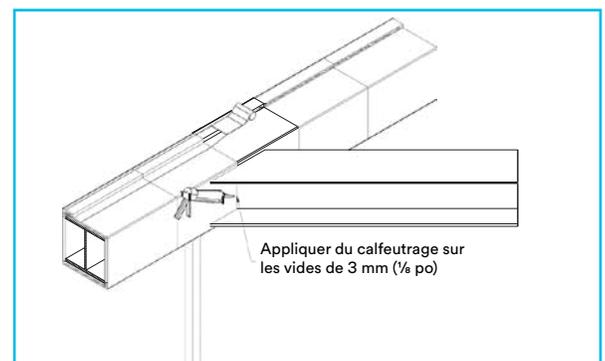

Figure 2
- 2 Fixer l'enveloppe endothermique de façon sécuritaire avec du ruban-filaments. Noter que le ruban-filaments est réservé à une utilisation temporaire et, par conséquent, la quantité de ruban et l'espacement à utiliser sont à la discrétion de l'installateur. Veiller à ce que l'enveloppe endothermique couvre tout le périmètre de la poutre. S'il y a un espace entre le membre diagonal et la poutre horizontale, l'enveloppe endothermique doit couvrir l'écart (Figure 2). S'il reste un espace de plus de 3 mm (1/8 po) entre les sections d'enveloppe endothermique installées, l'espace doit être rempli sur toute la profondeur de l'enveloppe endothermique avec du Matériau d'étanchéité coupe-feu hydrofuge 3000 WT 3M^{MC}. Les joints périphériques et de recouvrement de l'enveloppe endothermique doivent être recouverts de Ruban en aluminium 437 3M^{MC} de 100 mm (4 po).